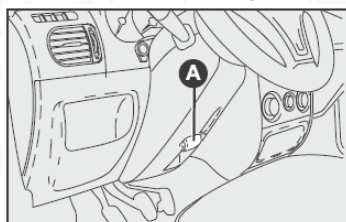
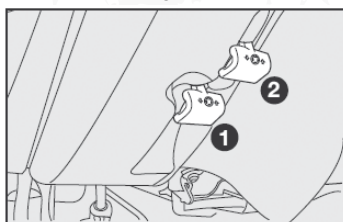

fig. 12
fig. 13
VOLANTE - fig. 12 y 13
1) Desplace la palanca A-fig. 12 hasta la posición 2-fig. 13.
3) Vuelva a poner la palanca en la posición 1-fig. 13 para trabar nuevamente el volante.